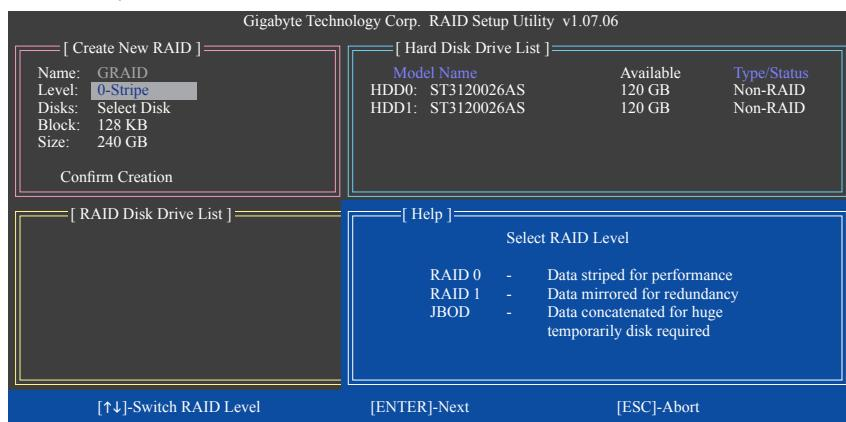

Figure 5
Le bloc **Create New RAID** affichera tous les éléments qui doivent être configurés pour créer une matrice (Figure 5).
2. **Sélectionner le mode RAID :** Dans l'élément **Level**, utilisez les touches flèches vers le haut ou le bas pour sélectionner RAID 0 (Stripe), RAID 1 (Miroir) ou JBOD (Figure 5). Appuyer alors sur <Enter> pour aller à l'étape suivante.